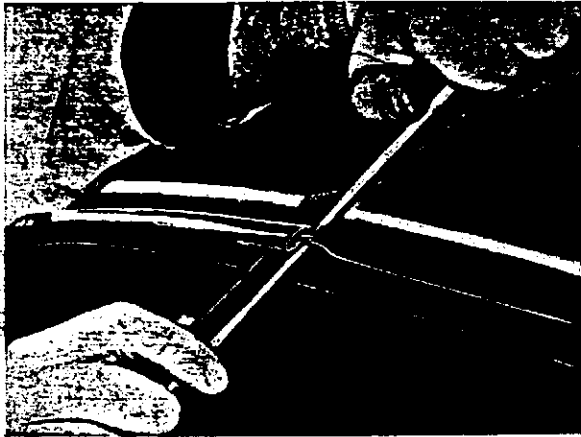

Abb. 54 Zierleiste wird von der Gummileiste getrennt
3. Die Zierleiste wird ausgebaut, indem man mit einer angefeuchteten Holzspachtel den Falz der Gummileiste von der Zierleiste abdrückt und mit der anderen Spachtel die Zierleiste in der Mitte löst, siehe Abb. 54. Leiste vorsichtig abnehmen, indem man mit der anderen Spachtel die Gummileiste abdrückt, siehe Abb. 55.